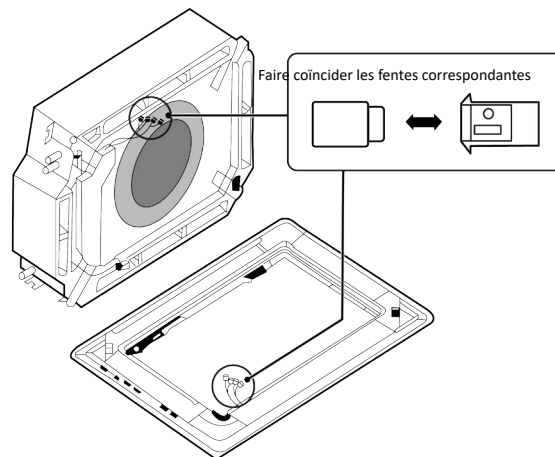

Fig.4.4.3
- Insérez les bornes (femelle) du panneau de décoration aux embouts (mâle) de l'unité principale comme indiqué sur la Fig.4.4.3.